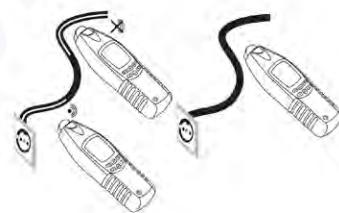

Рис. 18
- Подключите передатчик к исследуемому проводнику как показано на рис. 18. Провод, подключённый к гнезду «COM» передатчика должен находится на расстоянии более 2 метров от исследуемого проводника (превышающем глубину обнаружения провода).
- c. Поднесите измерительный наконечник приёмника к исследуемой цепи (рис. 18).